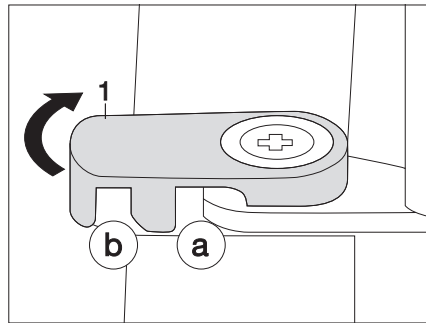

Fig. 115 Bloccaggio della porta del frigorifero
- Ruotare la leva di bloccaggio (Fig. 115, 1) a lato.
- Ruotare la leva di bloccaggio (Fig. 115, 1) in posizione di bloccaggio a. La porta del frigorifero è chiusa e bloccata.
- Ruotare la leva di bloccaggio (Fig. 115, 1) in posizione di bloccaggio b. La porta del frigorifero è bloccata in posizione di ricircolo d'aria.